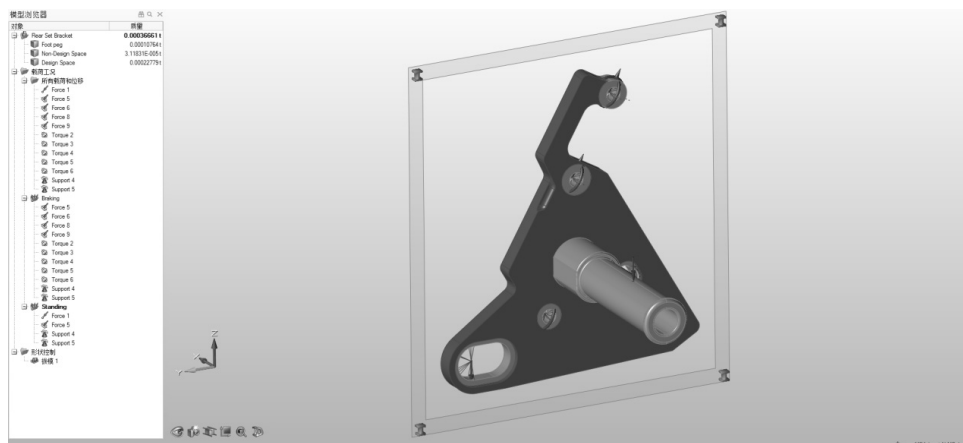

图 7-10
6) 按〈A〉键两次即可显示模型中所有的载荷和固定约束，如图 7-10 所示。